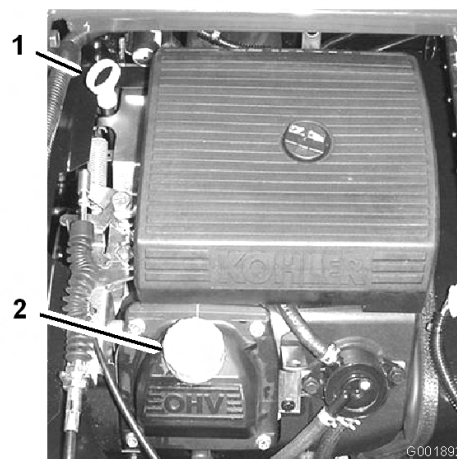

Figure 46
2. Retirez la jauge et essuyez-la sur un chiffon propre (Figure 46). Remettez la jauge dans le tube en vérifiant qu'elle est enfoncée au maximum. Sortez de nouveau la jauge et vérifiez le niveau d'huile.
3. Si le niveau est trop bas, retirez le bouchon de remplissage du couvre-culasse (Figure 46) et versez la quantité d'huile nécessaire dans l'orifice pour faire monter le niveau jusqu'au repère maximum de la jauge. Versez l'huile lentement et vérifiez souvent le niveau durant la procédure. Ne remplissez pas excessivement.
8. Versez lentement environ 80% de la quantité d'huile spécifiée dans le goulot de remplissage (Figure 46).